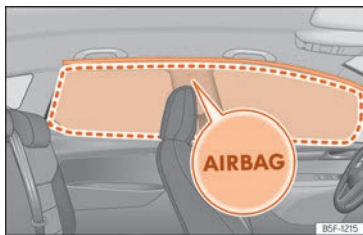

Abb. 33 Einbauort und Entfaltungsbereich des Kopfairbags.
Die Kopfairbags befinden sich zu beiden Seiten im Innenraum oberhalb der Türen »» **(Abb. 33)** und ihre Einbauorte sind mit dem Schriftzug „AIRBAG“ gekennzeichnet.
Der eingerahmte Bereich wird vom auslösenden Kopfairbag erfasst (Entfaltungsbereich) »» **(Abb. 33)**. Deshalb dürfen in diesen Bereich niemals Gegenstände abgelegt oder befestigt werden »» **△**.
- Stellen Sie sich, dass Kinder richtig in ihren Sitzen sitzen und ihren Kopf nicht in den Entfaltungsbereich der Kopfairbags halten »» **(Abb. 33)**, da sie beim Auslösen der Airbags von diesen getroffen werden und schwere Verletzungen erleiden könnten.